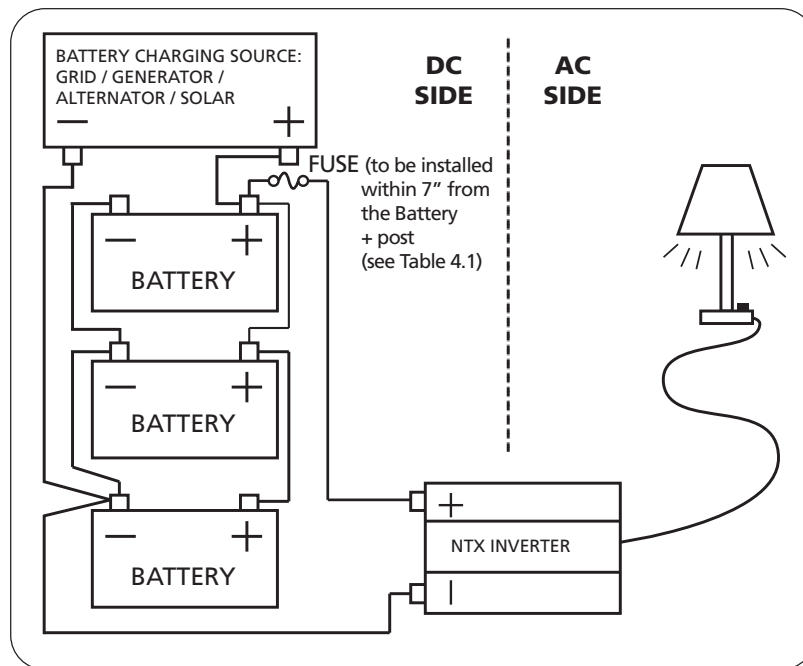

Fig 4.2 Connecting to a Battery Source
It is mandatory to install appropriate size of external DC Fuse as close to the Battery Positive Post as possible, preferably within 7 inches to protect against fire hazard due to short circuit along the battery cable run (See Fig 4.2). A battery is an unlimited current source that can supply thousands of Amperes of current under short circuit conditions. If a short circuit occurs in the cable run at a point between the battery and the inverter, the section of the cable from the battery to the point of short circuit will be fed with thousands of Amperes of current, the section of the cable will overheat / melt and is likely to cause fire. It is, therefore, recommended that the fuse / fuse assembly should have Ampere Interrupting Capacity (AIC) of at least 10,000 A. Class-T
Il est obligatoire d'installer la taille appropriée des Fusible CC externe comme à proximité de la borne positive de la batterie que possible, de préférence dans un délai de 7 pouces pour protéger contre le risque d'incendie dû à un court-circuit sur le câble de batterie exécuter (voir Fig 4.2). Une batterie est une source de courant qui peut illimité offre des milliers d'ampères de courant en cas de court-circuit. Si un court-circuit survient dans le parcours de câble à un point entre la batterie et le convertisseur, la section du câble allant de la batterie au point de court-circuit seront nourris avec des milliers d'ampères de courant, la section du câble surchauffera / fondre et est susceptible de provoquer un incendie. Il est donc recommandé que le fusible / fusible Assemblée devrait avoir ampère interrompre (AIC) de capacité d'au moins 10 000 A. Class-T type des fusibles sont recommandés comme ces fournir fusible agit rapidement, le courant d'une protection limitée.
5. Install a fuse holder close to the Positive (+) terminal of the battery (or other DC source), preferably within 7" of the terminal (see Fig 4.2).